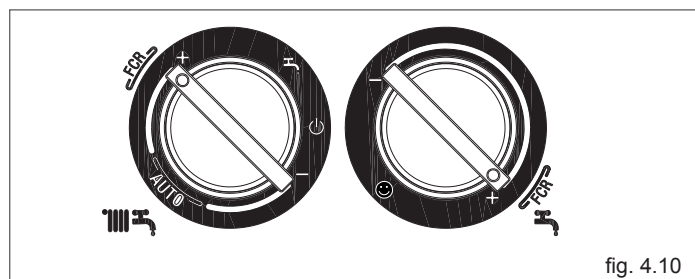

fig. 4.10
- posizionare i selettori di regolazione temperatura acqua riscaldamento e temperatura acqua sanitaria nell'apposita zona indicata con FCR (riduzione formazione condensa) (fig. 4.10). Più il selettore si avvicina al valore massimo impostabile, minore è la produzione di condensa.